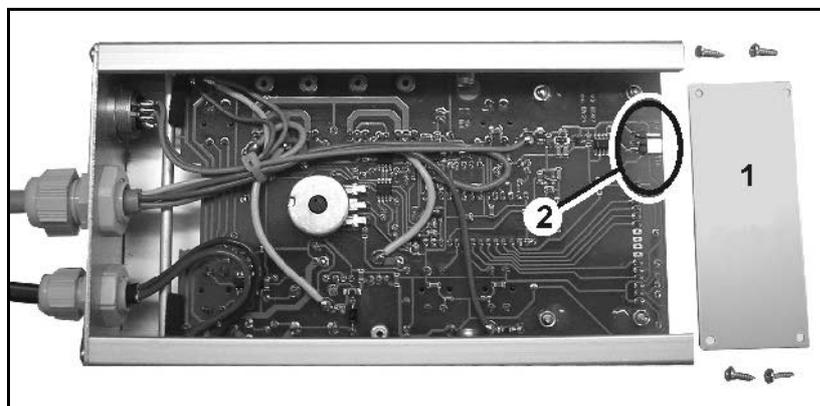
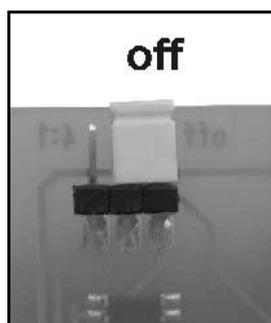

Fig. 11
Fig. 12
1. Vier Schrauben am oberen Deckel (Fig. 11/1) lösen und Deckel abnehmen.
2. Die gelbe Steckbrücke (Fig. 11/2) so umstecken, dass der linke Pin nicht gesteckt ist, siehe Fig. 12.